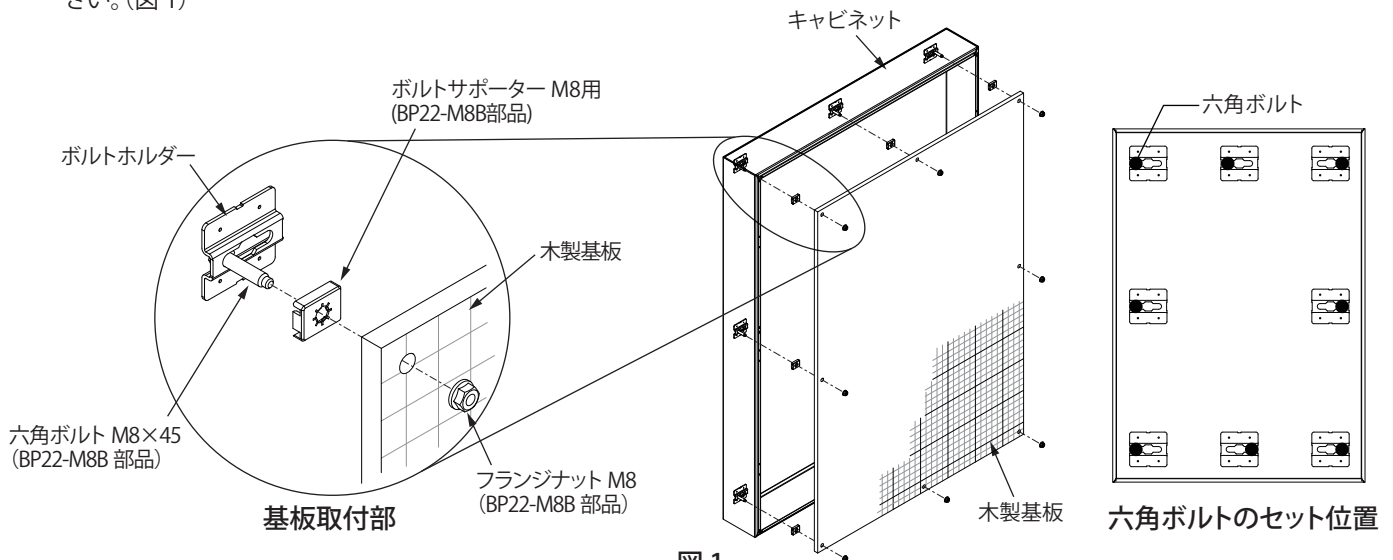

図1
- (1) キャビネットに取付けの鉄製基板および固定に使用している取付部品をすべて取外してください。
- (2) キャビネットのボルトホルダーに六角ボルト M8×45 (BP22-M8B 部品) をセットしてください。(図1)
- (3) ボルトサポーター M8 用 (BP22-M8B 部品)、木製基板の順にセットし、フランジナット M8 (BP22-M8B 部品) で取付けてください。(図1)
六角ボルトセット位置は2頁の図1「六角ボルトセット位置」をご参照ください。